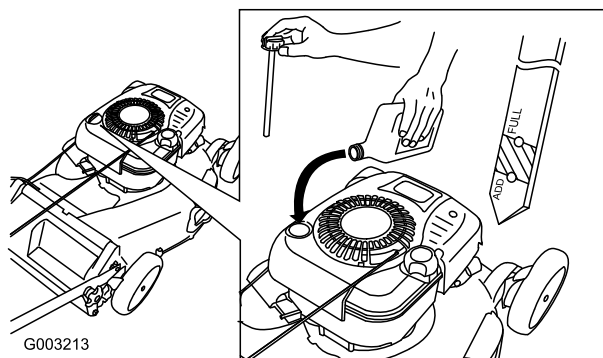

Figura 37
4. Vierta **lentamente** aceite en el tubo de llenado hasta que el nivel llegue a la marca **Full** de la varilla (Figura 37). **No llene demasiado.** (Capacidad máxima: 0,77 l, tipo: SAE 30W, aceite detergente con clasificación de servicio API SF, SG, SH, SJ, SL o superior.)